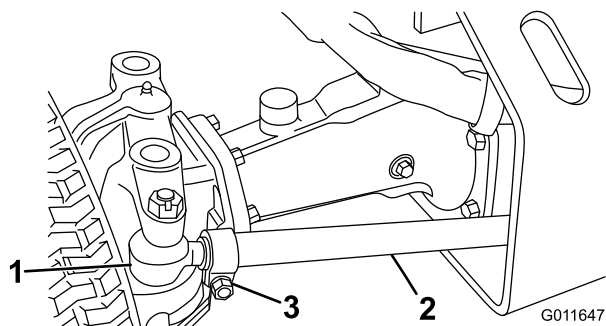

Figure 52
2. Déposez la goupille fendue et l'écrou qui fixent l'une des rotules de biellette au support de montage sur le pont et dissociez la rotule du pont (Figure 52).
3. Desserrez la vis sur la fixation de la biellette (Figure 52). Tournez la rotule dans un sens ou dans l'autre pour modifier la longueur de la biellette.